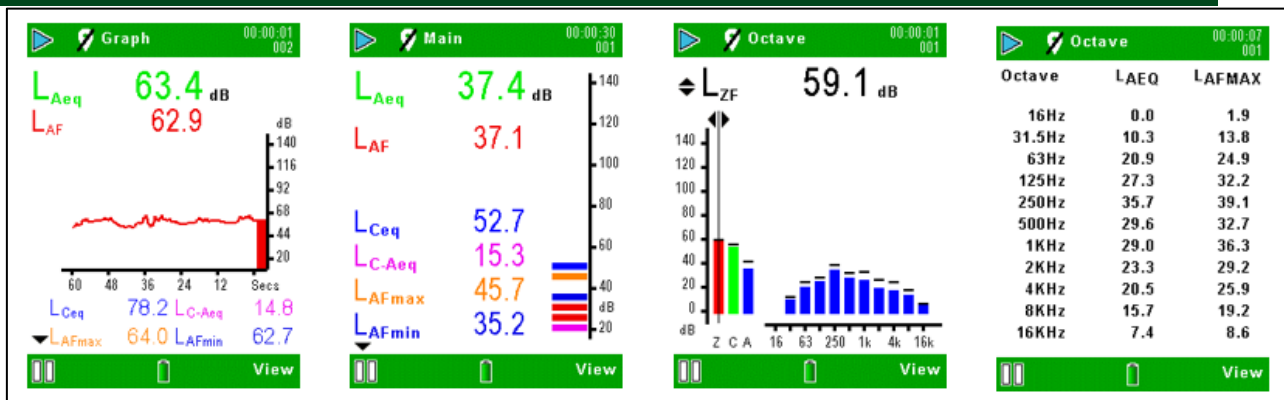

Figura 10 Telas de execução 620B
**Para os modelos 620B** (consulte a Figura 10), há duas telas de oitava adicionais. Pressione a tecla de função **Exibir** correspondente para alternar entre as quatro telas disponíveis. Use a tecla de navegação **►**, **◄** para mover pelas bandas de frequência quando estiver na visualização gráfica de Oitava e a tecla de navegação **▲** ou **▼** para alternar entre os parâmetros instantâneo, LAF máximo, LMAX e LAEQ. Cada barra do gráfico representa uma banda de oitava medida em Hz ou kHz. Para visualizar uma tabela dos valores de oitava, pressione **Exibir** novamente.